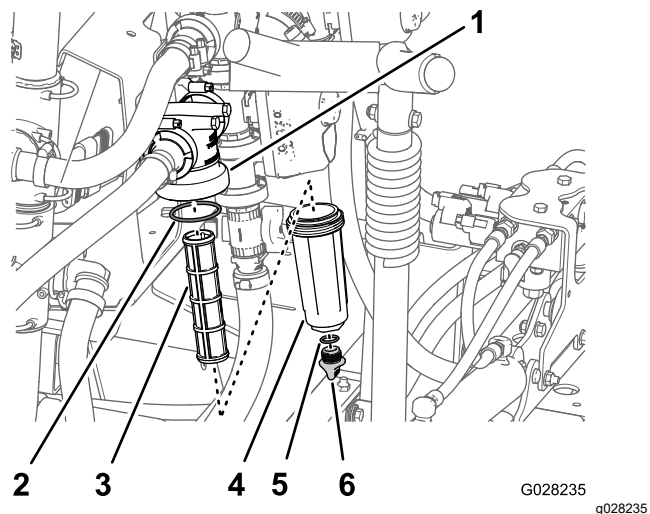

Рисунок 53
2. Поместите сливной поддон под фильтр линии нагнетания (Рисунок 53).
3. Поверните крышку сливного отверстия против часовой стрелки и снимите ее со стакана фильтра линии нагнетания (Рисунок 53).
4. Поверните стакан против часовой стрелки и отделите его от головки фильтра (Рисунок 53).
5. Снимите элемент фильтра линии нагнетания (Рисунок 53).
7. Проверьте прокладку пробки сливного отверстия (расположенную внутри стакана) и прокладку стакана (расположенную внутри головки фильтра) на наличие повреждений и износа (Рисунок 53).
8. Вставьте элемент фильтра линии нагнетания в головку фильтра (Рисунок 53).
9. Установите стакан на головку фильтра, затянув от руки (Рисунок 53).
10. Установите крышку сливного отверстия на штуцер в нижней части стакана и затяните крышку от руки (Рисунок 53).